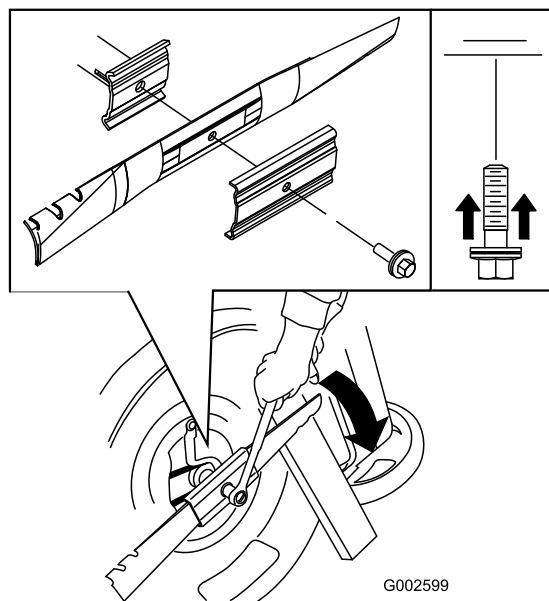

Figura 30
5. Instale la cuchilla nueva (gire el perno de la cuchilla en el sentido de las agujas del reloj) y todos los herrajes de montaje (Figura 30).